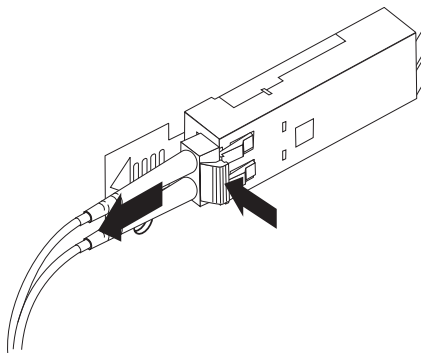

图 20. 拔出 LC-LC 光纤通道电缆
2. 在向下按住电缆拉杆的同时，小心拉出电缆接头以从 SFP 模块拔出电缆，如图 20 中所示。